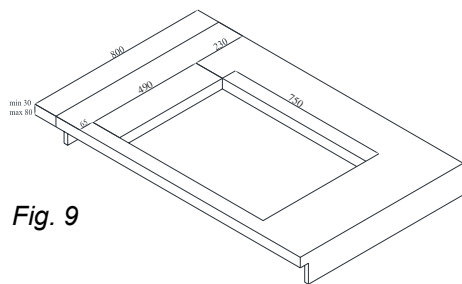

Fig. 9
2. ➤ Hålet som produkten måste monteras i måste ha måtten som på ritningen 490x750 mm (Fig. 9).
Följ anvisningarna nedan innan du monterar produkten (Fig.9).